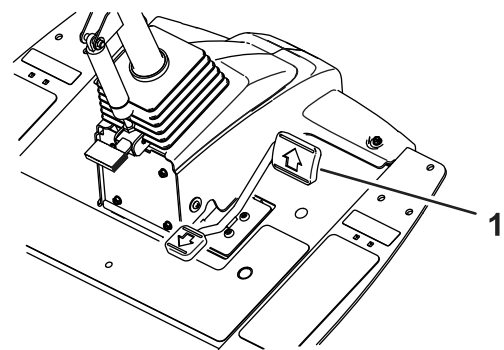
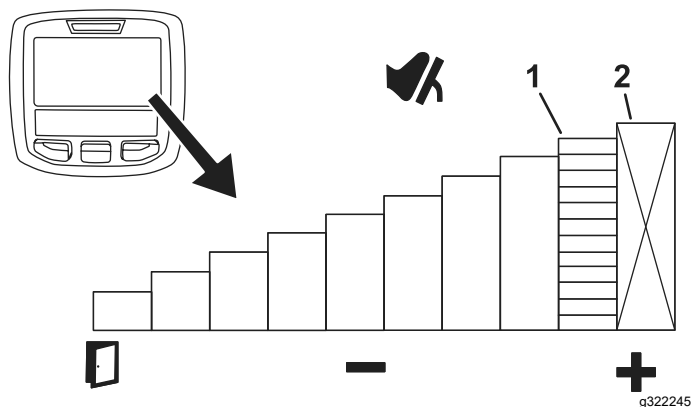

図 49
図 50
VPS による最高速度の一時設定は、走行ペダルを前進方向一杯に踏み込んで行います (図 49)。一時設定は、刈り込み用と移動走行用に個別設定することができます (図 50)。
- 設定を行うにはメイン画面で真ん中のボタンを押します (図 50)。